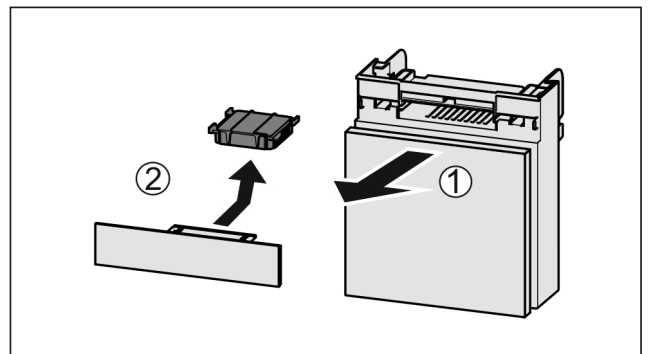

Fig. 116
- ▶ Lade vanaf de voorkant eruit trekken Fig. 116 (1).
- ▶ Actiefkoolfilter verwijderen Fig. 116 (2).